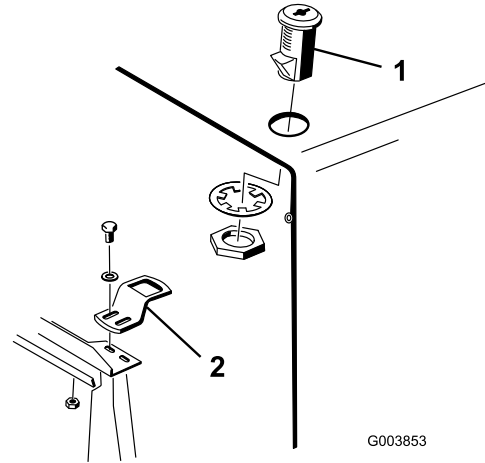

Bild 4
- Befestigen Sie den Verriegelungsschalter mit einer Sicherungsscheibe und Mutter an der Motorhaube. Positionieren Sie den Schalter so, dass der Riegel zur Vorderseite der Maschine zeigt (Bild 4).
- Befestigen Sie die Riegelhalterung mit zwei Schrauben (1/4 x 3/4 Zoll), Flachscheiben und Sicherungsmuttern lose an der Kühlerstütze (Bild 4).